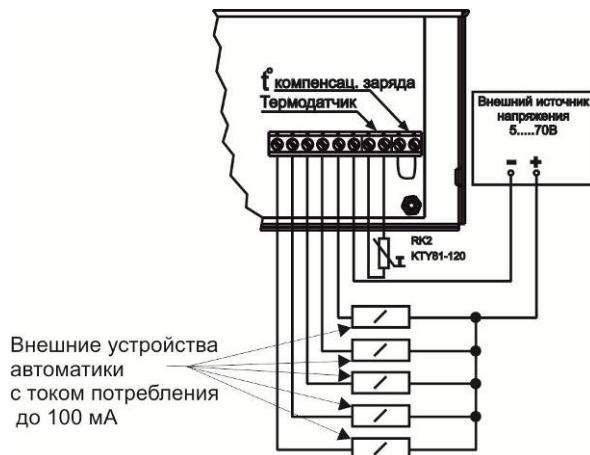
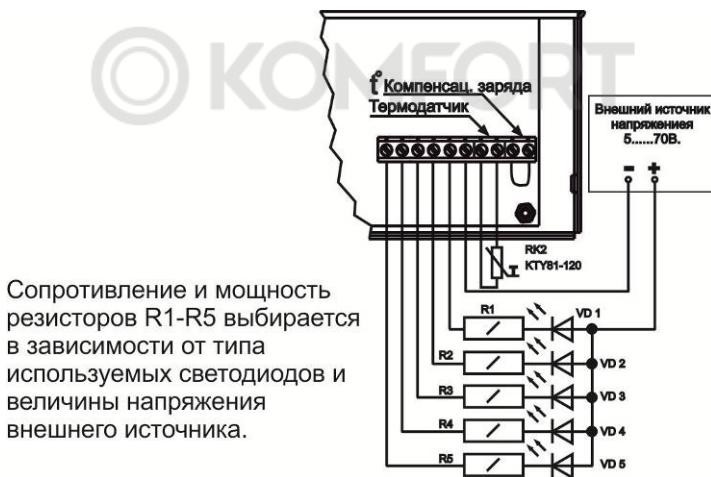

Рисунок 6 – подключение внешних устройств автоматики
Рисунок 7 – подключение внешних цепей индикации
- Подключите, при необходимости, внешние устройства автоматики (рисунок 6) или внешние цепи индикации (рисунок 7) к выходам типа открытый коллектор «ОК1, ОК2, ОК3, ОК4, ОК5 ».